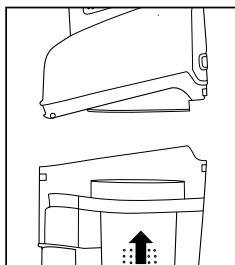

Fig. 4
4. Remplacez le réservoir à poussière dans l'aspirateur (Fig. 4).